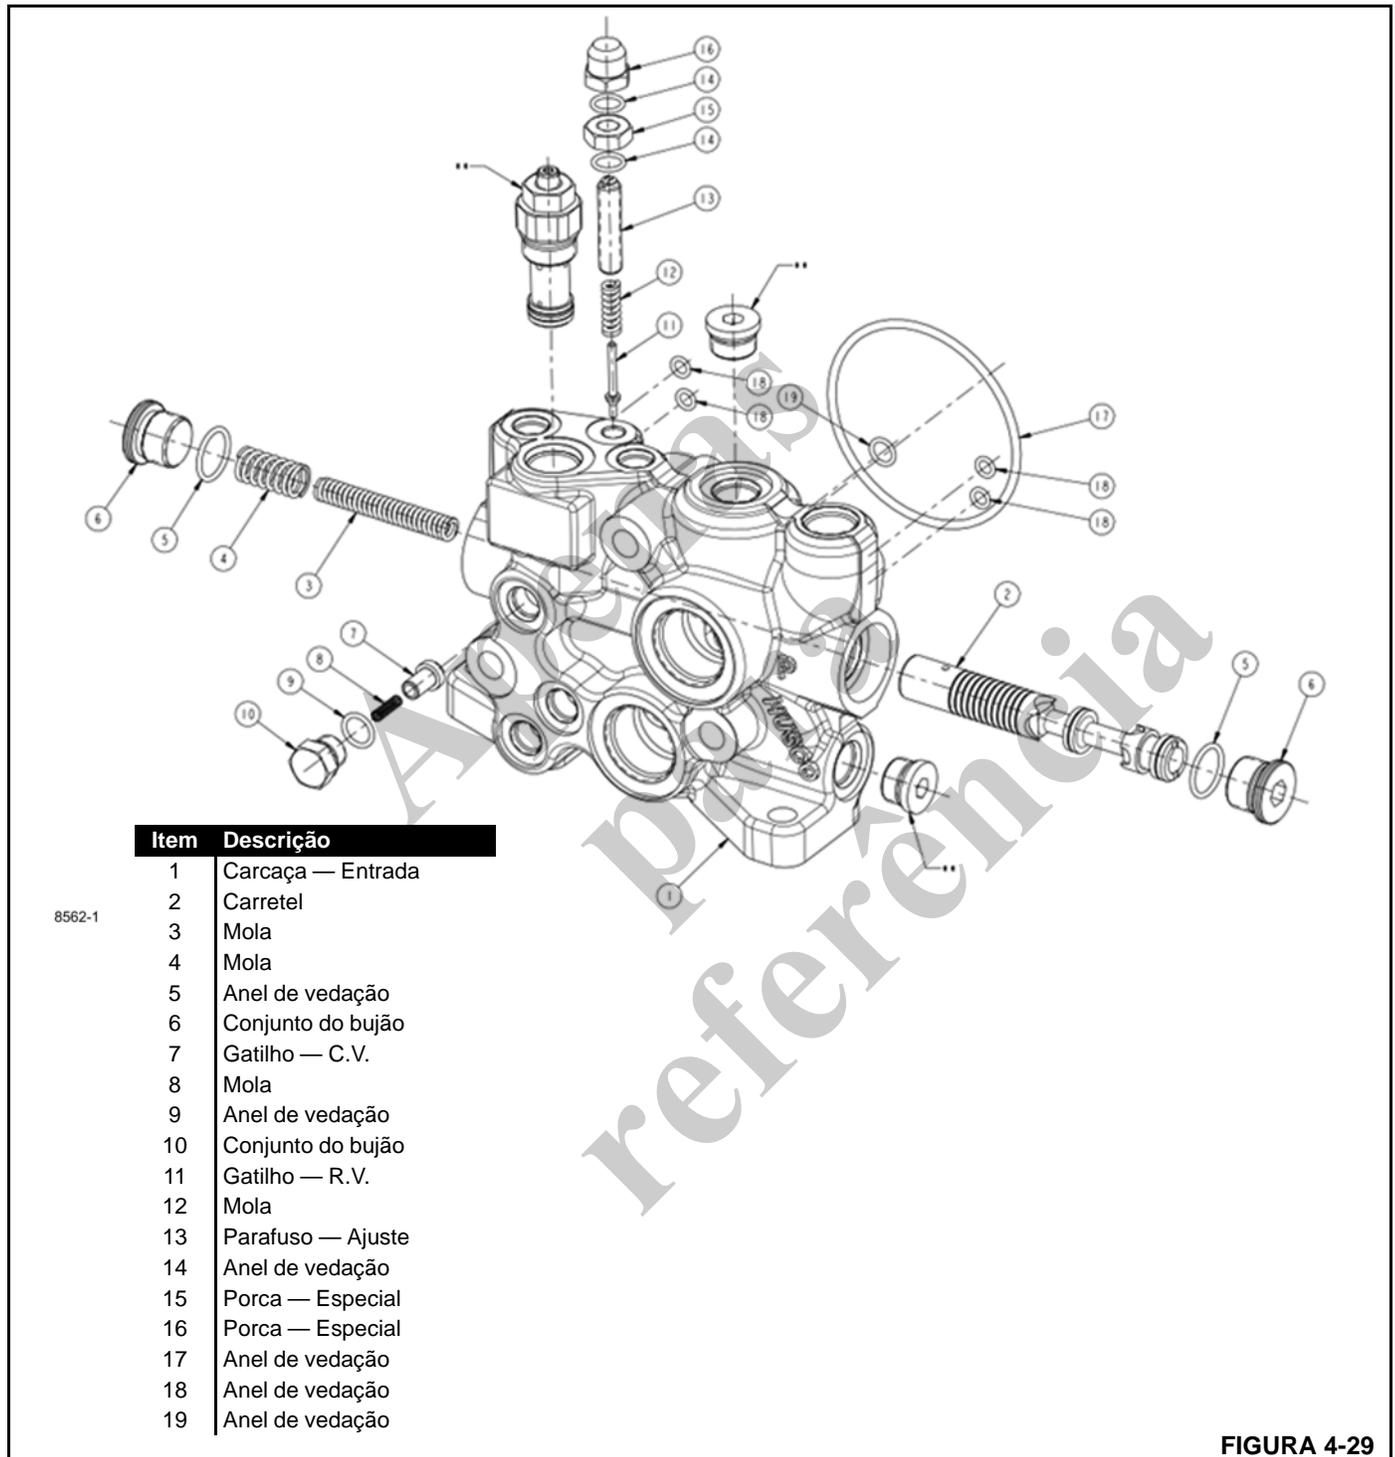

FIGURA 4-29
2. Posicione a válvula com a seção de saída (6, Figura 4-29) voltada para cima.
1. Remova o bujão (6, Figura 4-29) e as molas 4 e 3.